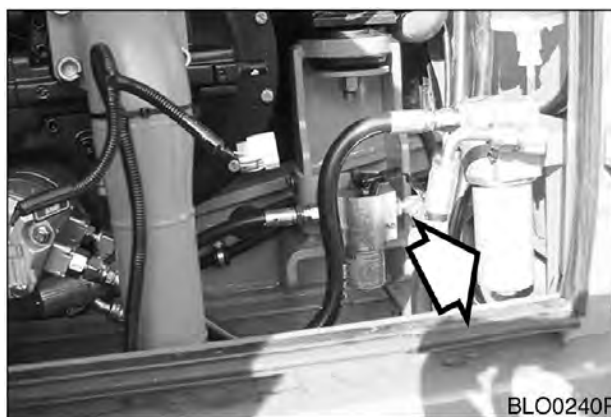

Рис. 65
3. Определить место расположения узла фильтра тормозной системы. См. рис. 65.